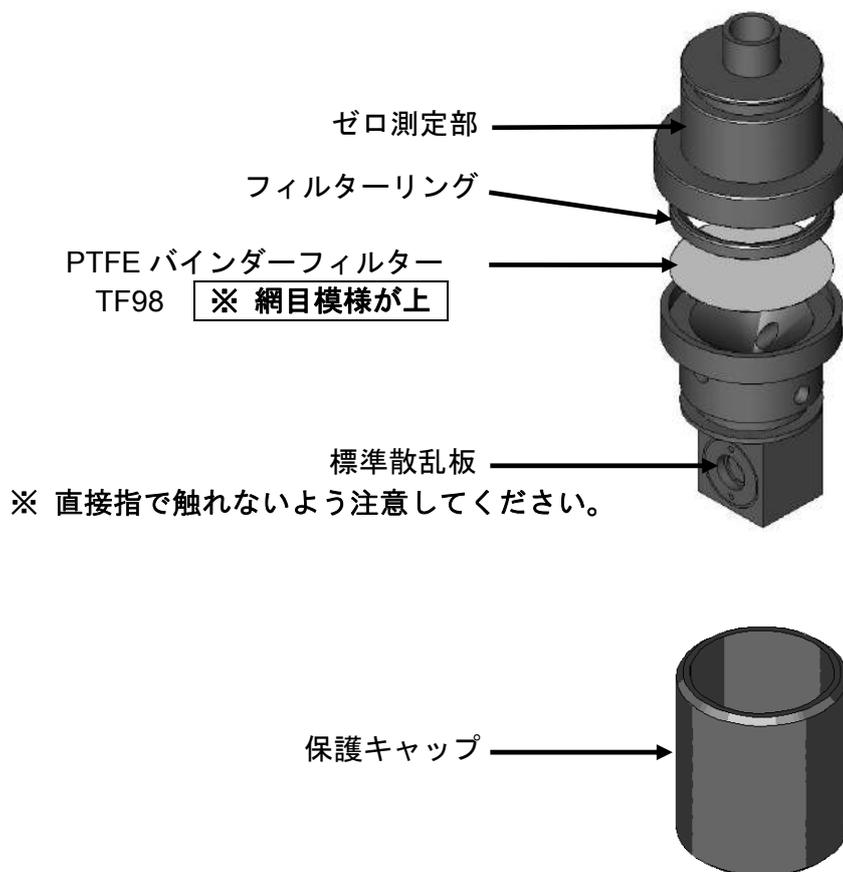

図 17. 標準散乱板兼ゼロフィルターLD-2 I 用構造
標準散乱板兼ゼロフィルターLD-2 I 用は図 17. のような構造になっています。
保護キャップは IES-4000 に収納保管の際には標準散乱板側に取り付け、これを保護しています。調整作業の際、また収納保管の際に図 17. の標準散乱板（中心の白い部分）に手を触れないようにしてください。
- ※ 上記の図 17. を参照にして標準散乱板兼ゼロフィルターを分解します。このとき必ず保護キャップを標準散乱板部に被せて作業を行ってください。
(2) 粉じん計 ゼロ調整